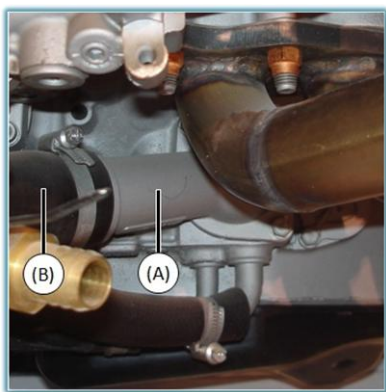

Рисунок IV-4
- 2) Отсоедините патрубок (резиновый) радиатора и снимите впускной патрубок термостата (Рисунок IV-4).